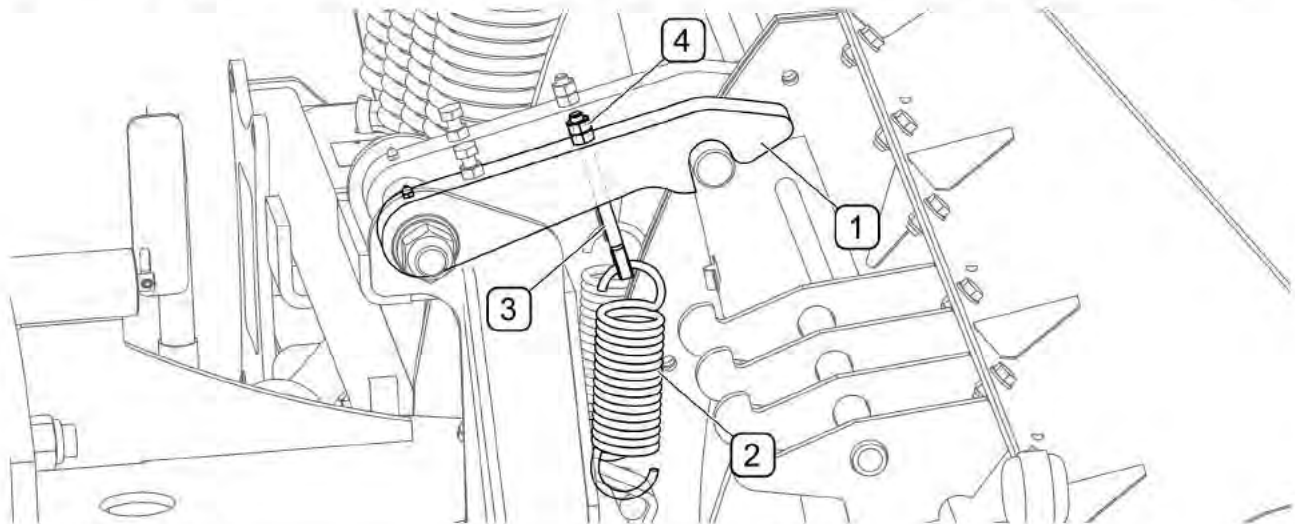

РИСУНОК 5.1 Регулировка натяжения пружин собачек
Если в ходе эксплуатации плуга окажется, что собачки (1) блокирующей системы (РИСУНОК 5.1) слишком часто деблокируются, то необходимо увеличить натяжение пружины (2) при помощи натяжителей (3). В противном случае необходимо уменьшить натяжение пружин. Натяжение пружин регулируется отдельно для каждой собачки.
Неотрегулированное натяжение пружин собачек (2) может привести к повреждению снегового плуга или транспортного средства (РИСУНОК 5.1)